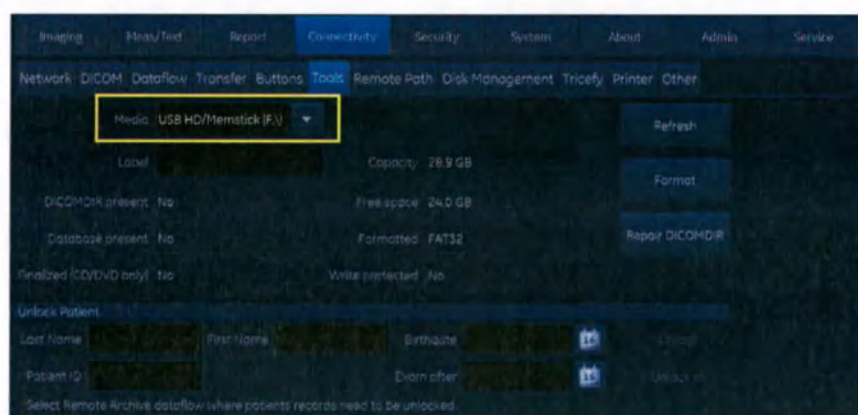

Рис. 4-15. Вкладка «Tools» (Инструменты)
4. Выберите категорию **Connectivity** (Обмен данными), а затем вкладку **Tools** (Инструменты) (Рис. 4-15).